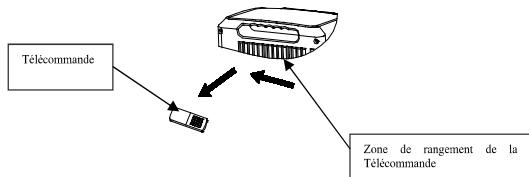

Figure 18
(1). Sortez la télécommande de la zone de stockage de la télécommande dans le sens indiqué par la flèche ; (comme le montre la figure 18)